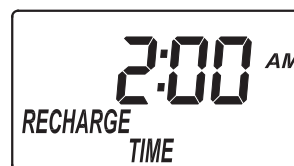

FIG. 21
1. Si vous avez réalisé les étapes précédentes, le mot « RECHARGE TIME » (heure de régénération) apparaît à l'écran (cf. Figure 21); sinon, appuyez sur le sélecteur à plusieurs reprises pour l'afficher.